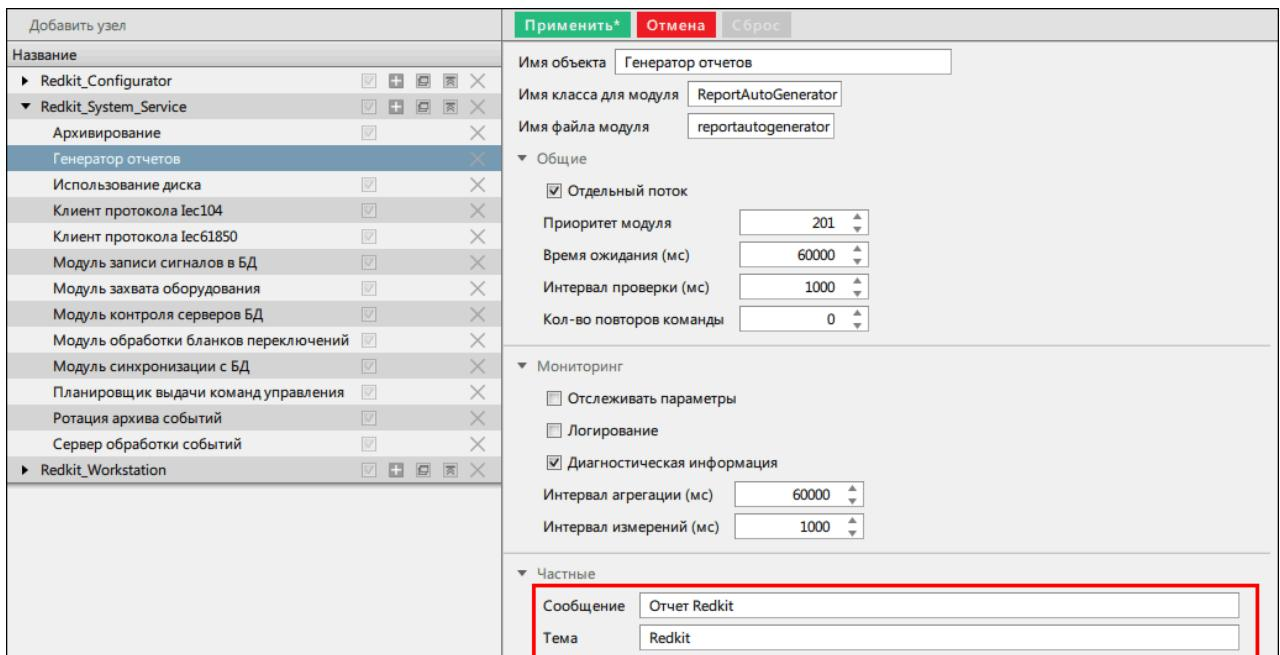

Рисунок 164 - Настройки модуля «Генератор отчетов»
2. В модуле **Генератор отчетов** впишите тему письма с отчетом и сообщение, прикрепленное к отчету (Рисунок 164).